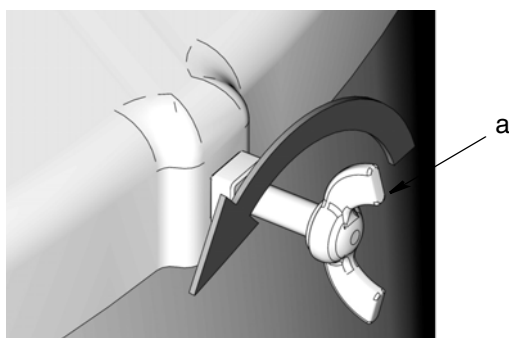

ABB. 5
- Den Deckel des Fasses durch lösen der Flügelschrauben (a) abnehmen (ABB. 5).